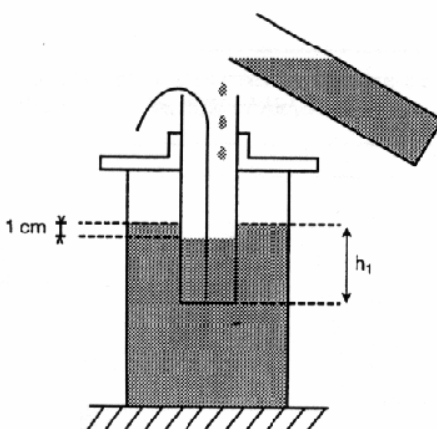

Fig. 3
6. Ich fülle den Zylinder mit Wasser aus dem anderen Gefäß (14) bis ich 1 cm unterhalb des Wasserniveaus des Tankes angelangt bin (siehe Fig. 3).
6. Ich fülle den Zylinder mit Wasser aus dem anderen Gefäß (14) bis ich 1 cm unterhalb des Wasserniveaus des Behälters angelangt bin (siehe Fig. 3).